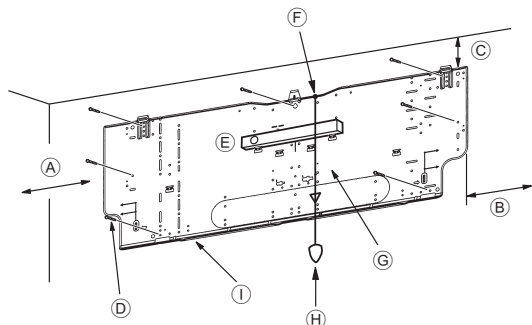
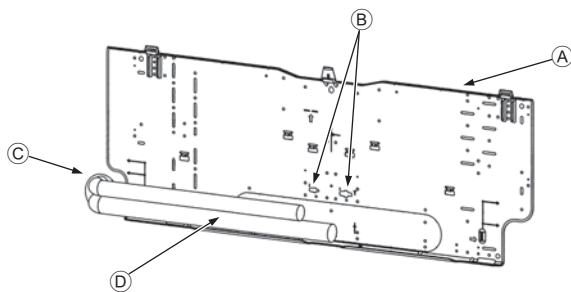
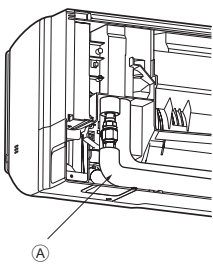

Fig. 3-4
Fig. 3-5
Fig. 3-6
■ PKFY-P-VKM-E (Fig. 3-4)
- ④ Min. 120 mm (617,6 mm oder mehr mit optionaler Entleerungspumpe)
- ⑤ Min. 220 mm
- ⑥ Min. 70 mm (130 mm oder mehr mit Rohrleitung links, hinten links oder unten links und optionaler Entleerungspumpe)
- ⑦ Befestigungsschrauben (4 x 25) ②
- ⑧ Waagrecht
- ⑨ Ein Gewinde an der Bohrung befestigen.
- ⑩ Halten Sie die Wasserwaage gegen die horizontale Bezugslinie der Montageplatte und bringen Sie sie waagrecht an. Hängen Sie ein Gewicht vom Gewinde und richten Sie es mit ↓ EPK der Montageplatte aus, um ein waagrechtes Ausrichten zu ermöglichen.
- ⑪ Gewicht
- ⑫ Montageplatte ①
3.3. Wenn Rohre in der Wand verlegt werden (Fig. 3-5)
- ⑬ Montageplatte ①
- ⑭ Bezugsmarkierung für Konusanschluss
- ⑮ Durchloch
- ⑯ Leitung vor Ort
Anbringen des L-förmigen Anschlussrohrs ④ Rohrleitungen rechts, links und hinten (Fig. 3-6)
3. Stellen Sie eine Schnellverbindung zur aufgeweiteten Öffnung in der Richtung, in der das L-förmige Anschlussrohr ④ herausgezogen wird, her.